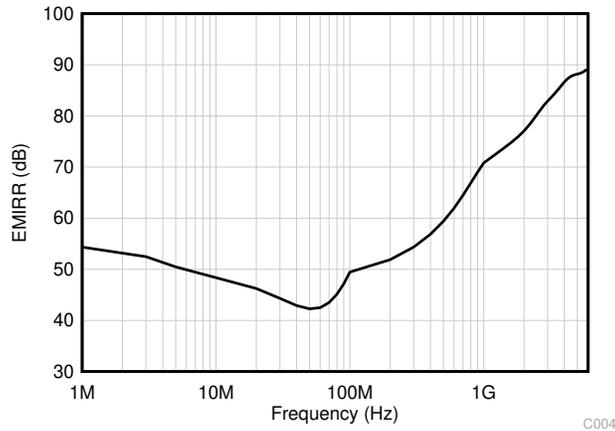

图 7-1. TLV910x EMIRR 测试
TLV910x 采用集成电磁干扰 (EMI) 滤波来减少无线通信设备、混合使用模拟信号链和数字元件的高密度电路板等干扰源产生的 EMI 效应。采用电路设计技术可改进 EMI 抗扰度；TLV910x 受益于这些设计改进措施。德州仪器 (TI) 已经开发出在 10MHz 至 6GHz 宽频谱范围内准确测量和量化运算放大器抗扰度的功能。图 7-1 显示了对 TLV910x 执行此测试的结果。表 7-1 显示了在实际应用中 TLV910x 在常见特定频率下的 EMIRR IN+ 值。表 7-1 列出了可在下图所示的特定频率或其近似频率下运行的应用。运算放大器的 EMI 抑制比应用报告详细说明了与运算放大器相关的 EMIRR 性能主题，该报告可通过 www.ti.com 下载。